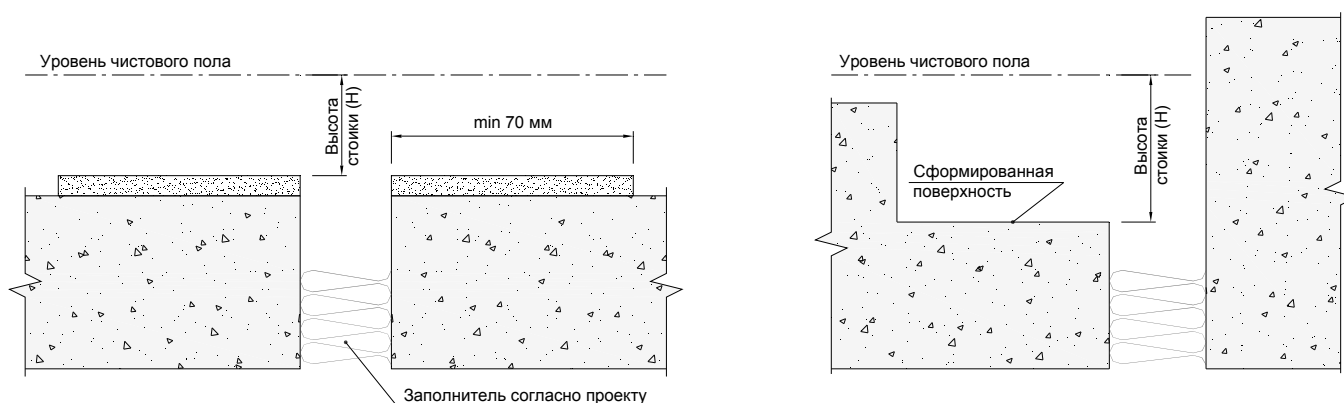

Рисунок 2 Подготовка основания;
② Если необходимо устранить неровность основания и горизонтальные отклонения, выполнив выравнивающую стяжку шириной минимум 70 мм, и толщиной в зависимости от уровня чистового пола и высоты алюминиевой стойки (Рисунок 2.а).
Либо, основание можно сформировать на этапе заливки черновой стяжки прикрепив к опалубке закладные таким образом, чтобы сформировать штрабу шириной минимум 70 мм, и глубиной равной высоте алюминиевой стойки от уровня чистового пола (Рисунок 2.б).